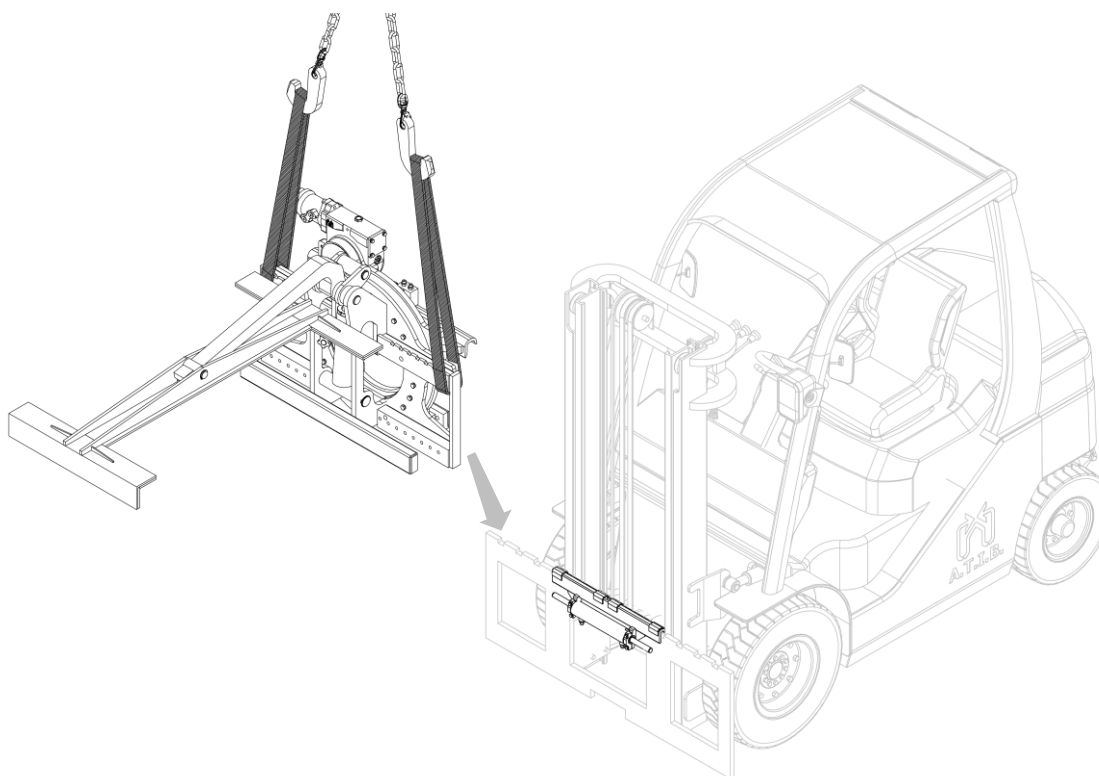

Figura 8
7. Enganche el implemento desde el punto de agarre superior y con un puente grúa colóquelo en el doble gancho, cuidando de colocarlo correctamente (mira Figura 8).